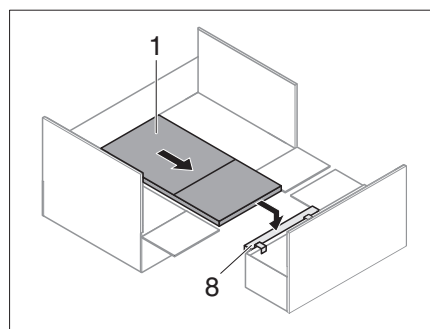

Fig. 217 Tavolo su appoggio del cassone del letto
- Agganciare l'appoggio del cassone del letto (Fig. 217,8).
- Estrarre il tavolo agganciabile (Fig. 217,1) e posizionarlo sull'appoggio del cassone del letto agganciato (Fig. 217,8).